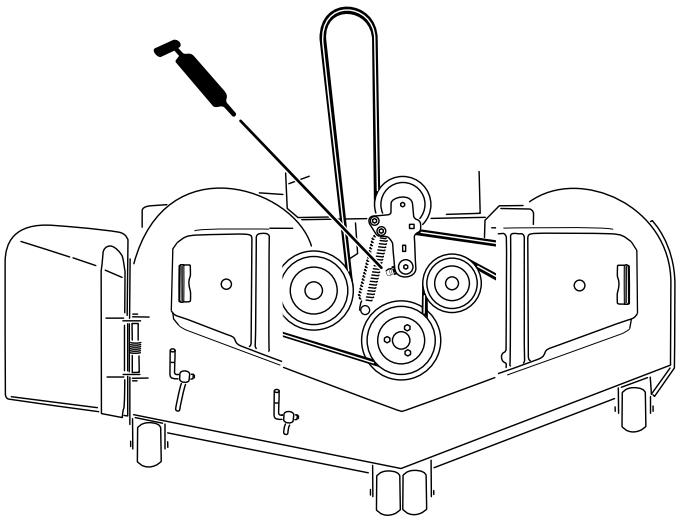

Bild 48
5. Fetten Sie den Drehzapfen der Mähwerkspannscheibe ein, bis Fett unten austritt (Bild 48).